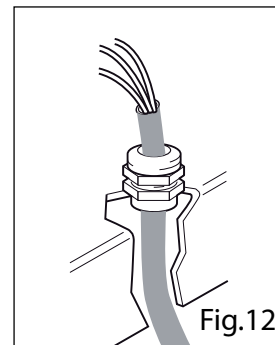

Fig.12
- Le câble modèle H07RN-F doit être introduit dans l'appareil au moyen du serre-câble, puis être mis à la bonne mesure et bloqué par le serre-câble (Fig. 12).